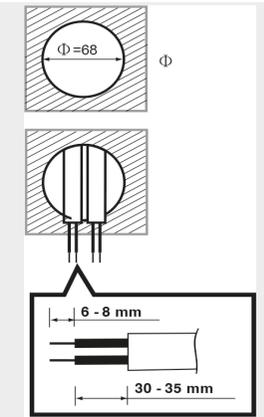

ABB. 8
- Bohren Sie ein Loch mit einem Durchmesser von 68 mm in die Decke und ziehen Sie die Kabel durch das Loch heraus. Abisolieren Sie die Verkabelung auf 6 - 8 mm (siehe ABB. 8).